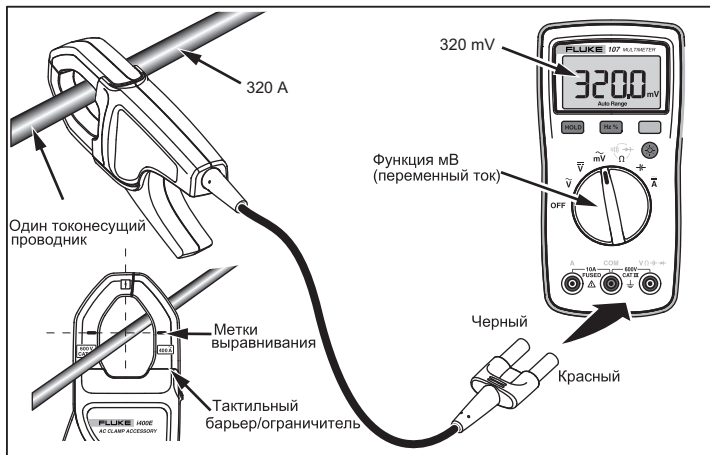

Рисунок 1. Настройка i400E
Чтобы воспользоваться устройством (см. Рисунок 1):
3. Зафиксируйте устройство вокруг токонесущего проводника, на котором будут проводиться измерения. Убедитесь, что зажимы плотно прижаты к проводнику. Устройство обеспечивает самую высокую точность показаний, если проводник расположен по центру относительно меток регулировки на зажимах, см. рисунок 1.
Чтобы избежать Во избежание травм и поражения электрическим током держите пальцы за ограничителем, см. Рисунок 1.